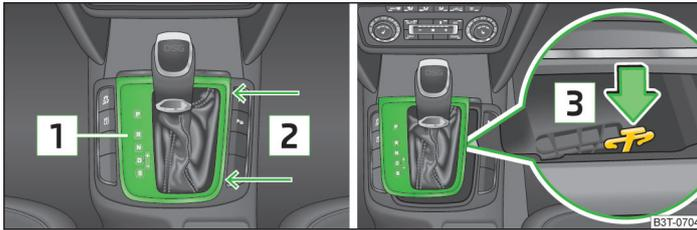

Abb. 194 Wählhebel-Notentriegelung
- › Die Abdeckung [1] im Bereich der Pfeile [2] » Abb. 194 fassen und vorsichtig nach oben ziehen.